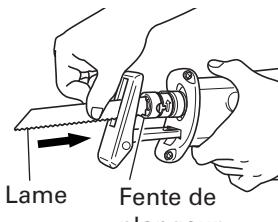
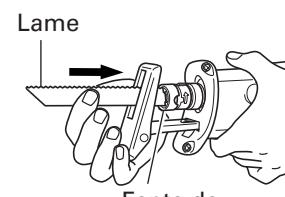

Fig. 4
Fig. 5
- (3) Insérer la lame à fond dans la petite fente, à l'extrémité du plongeur. Il est possible d'orienter la lame vers le haut ou vers le bas. (Fig. 4, Fig. 5)